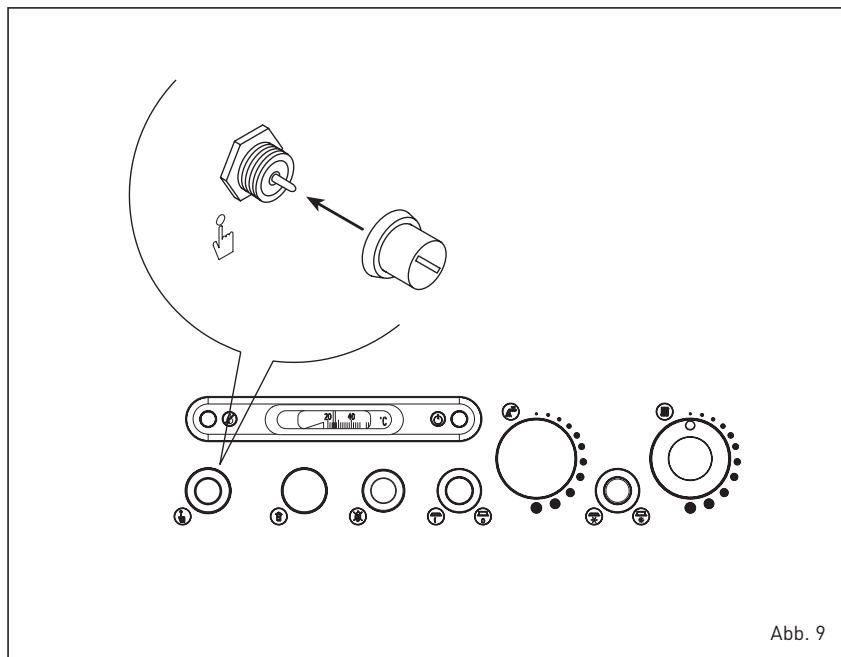

Abb. 9
3.2.3 Sicherheitsaquastat (Abb. 9)